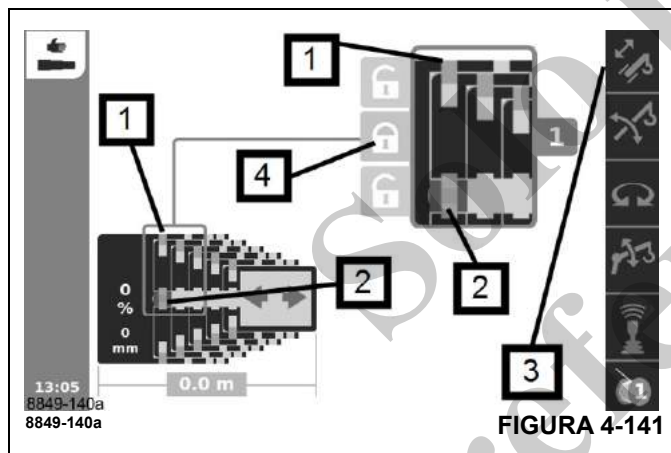

FIGURA 4-141
- Mecanismo telescópico activado – símbolo (3), (Figura 4-141), verde.
- Sección telescópica bloqueada – símbolo (1), (Figura 4-141), verde.
**NOTA:** Comando de bloqueo disponible – símbolo (4), (Figura 4-141), naranja.
Cilindro telescópico bloqueado – símbolo (2), (Figura 4-141), rojo.